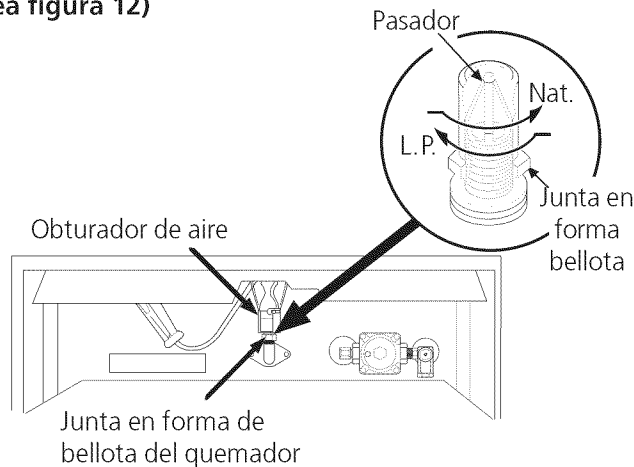

Figura 12
B. Ajuste del orificio del quemador del horno (vea figura 12)
Usando una llave de $\frac{1}{2}$ " , giro hacia abajo la junta en forma de bellota ajustable que inyecta gas al quemador del horno. Gire esta junta en forma de bellota hasta que ajuste contra el pasador medidor de LP. Esto será aproximadamente 2 $\frac{1}{2}$ vueltas. No lo apriete demasiado (vea figura 12).